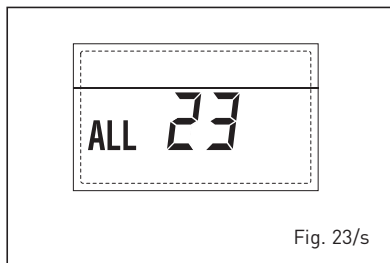

Fig. 23/s
– **ANOMALIA NÚMERO DE ADAPTADORES LIGADOS “ALL 29” (fig. 23/y)**